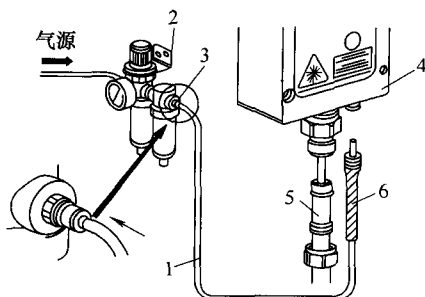
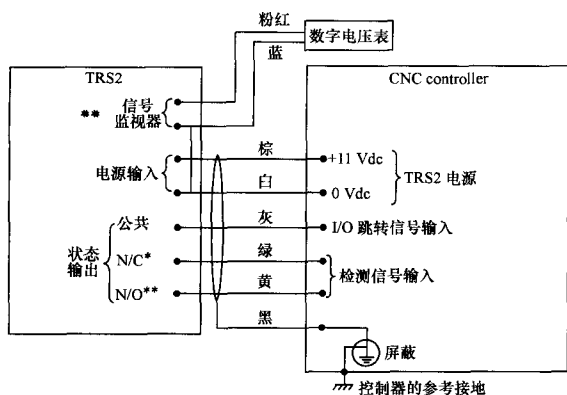

图 2
图 3
(2) 清洁空气系统线路连接及电气系统线路连接 按照图2及图3所示, 将空气系统线路及电气系统线路连接好。